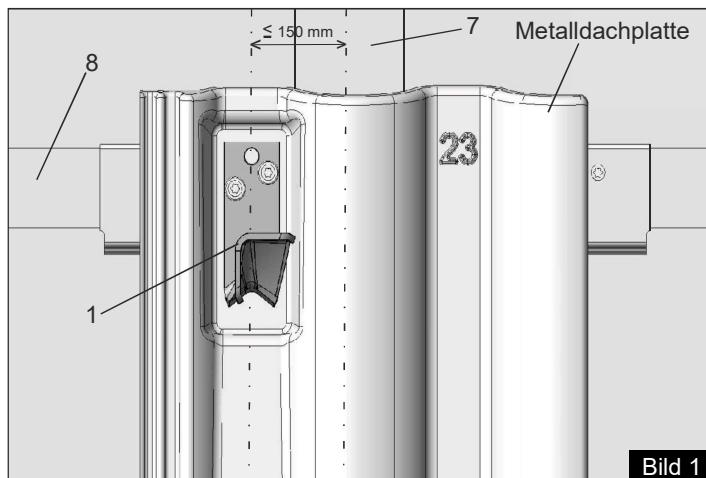
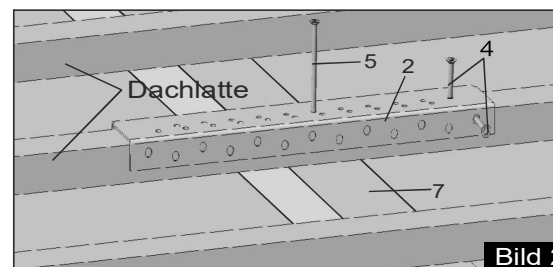

Bild 1
Bild 2
- Position des Aufdachmodulhalters mit Metaldachplatte so festlegen, dass zwischen Halteelement (1) und Sparrenmitte ein Abstand von 150 mm nicht überschritten wird. (Bild 1)
- Verstärkungsschiene (2) mittig zum Sparren auf die Dachlatte auflegen.
- Verstärkungsschiene (2) horizontal verschieben bis das Langloch des Stützelements (3) mit einem Loch der Verstärkungsschiene (2) übereinstimmt. Verstärkungsschiene (2) mit einer Schraube (4) in Fallinie fixieren. (Schraube (4) alternativ auch von oben schraubbar). (Bild 2)
- Aufdachmodulhalter mit Metaldachplatte nochmals abnehmen und die Verstärkungsschiene (2) mit Schraube (5) am Sparren verschrauben. (Bild 2)